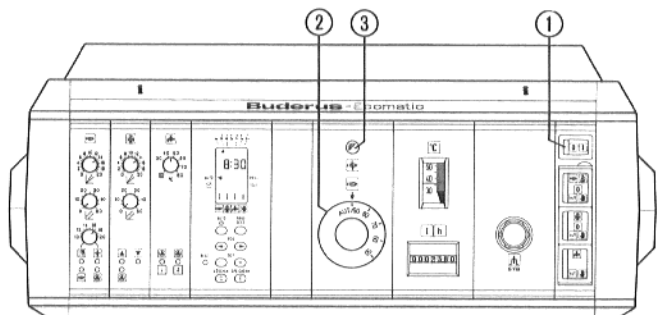

Fig. 2
Al estar perturbado el quemador se enciende la tecla quita-averías del quemador en la cubierta de éste (fig. 1) y el testigo de perturbaciones en el aparato de regulación (fig. 2) ③.